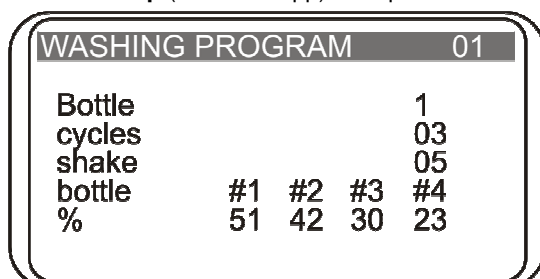

Abb. 8. Meldungen des laufenden Programms
- 4.17. Falls ein 4-Kanalwaschlösungsgewichts-Logger an das Gerät angeschlossen ist, zeigt das Display während des Betriebs folgende Angaben an (Abb. 8): Programmnummer, Nummer der aktiven Flasche, ausstehende Waschgänge und Flaschenrestfüllstand. Für die Abfalllösungsflasche wird die eingefüllte Flüssigkeitsmenge basierend auf dem Volumenanteil der 2-Liter-Flasche angezeigt.